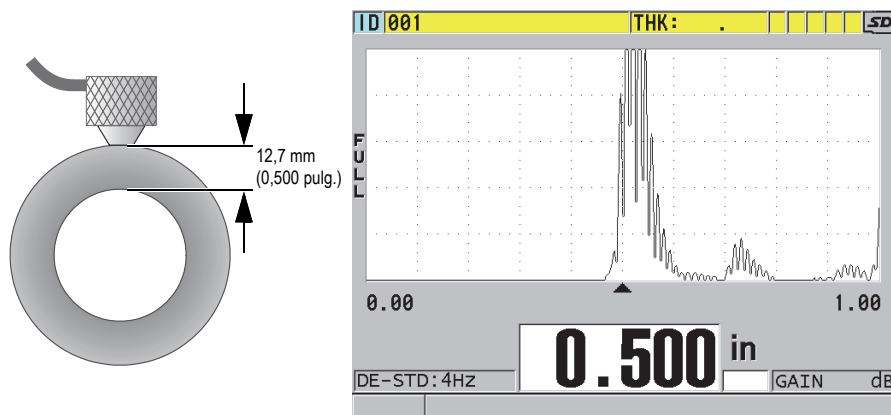

Figura 5-9 Acoplamiento de sonda dual y lectura del espesor medido
2. Ejerza una presión moderada a firme para acoplar la punta de la sonda sobre la superficie del material bajo ensayo. Mantenga la sonda al ras de la superficie de dicho material (ver Figura 5-9 en la página 95).